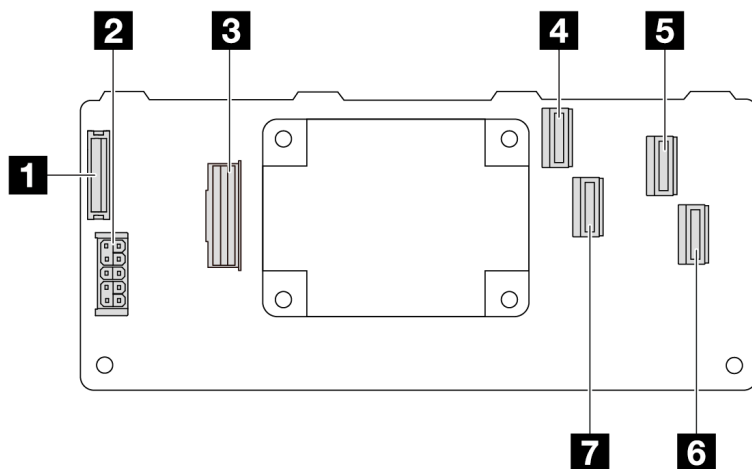

Figura 319. Um adaptador RAID Gen 3 16i CFF (quatro conectores de porta)
- Figura 319 "Um adaptador RAID Gen 3 16i CFF (quatro conectores de porta)" na página 354